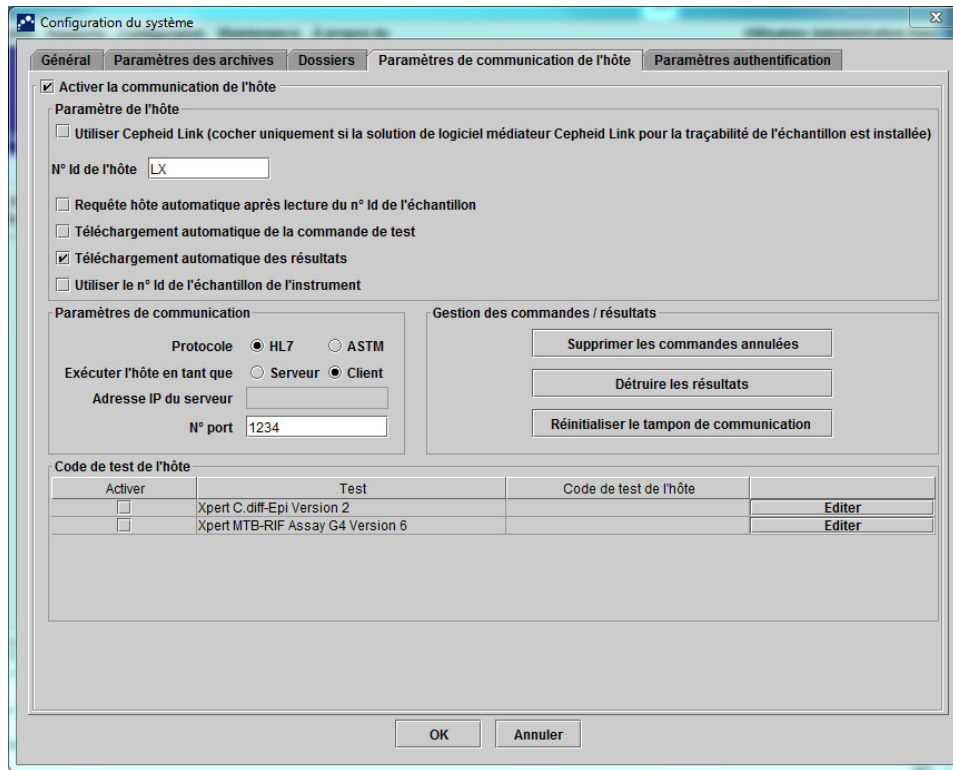
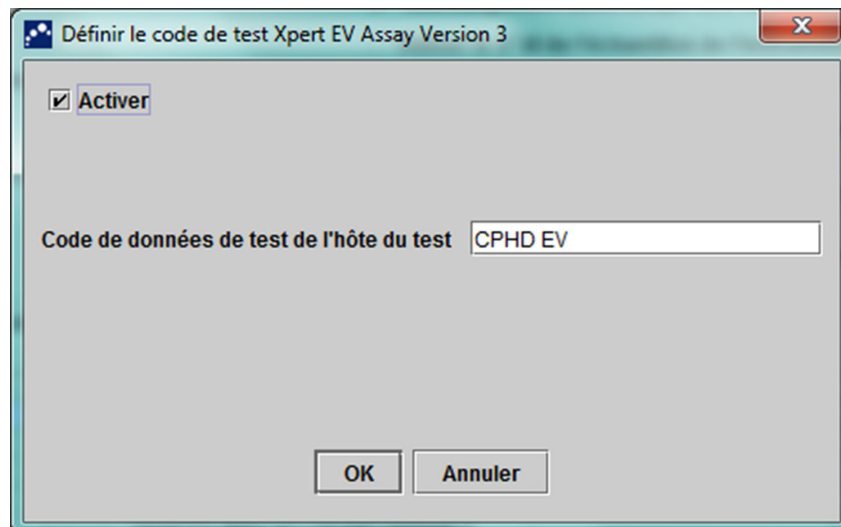
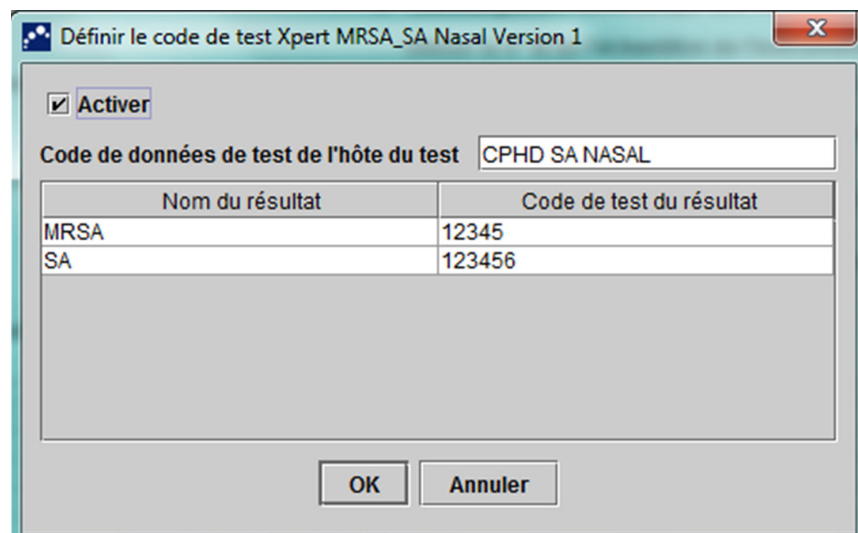

Figure 2-81. Boîte de dialogue Configuration du système (onglet Paramètres de communication de l'hôte)
Figure 2-83. Boîte de dialogue Définir le code de test pour un test à résultat unique
Figure 2-84. Boîte de dialogue Définir le code de test pour un test à plusieurs résultats
2. Cliquez sur l'onglet **Paramètres de communication de l'hôte**. La fenêtre **Paramètres de communication de l'hôte** s'affiche. Voir Figure 2-81.
1. Dans la zone du tableau **Code de test de l'hôte** de la fenêtre Paramètres de communication de l'hôte (cf. Figure 2-81), cliquez sur le bouton **Éditer** adéquat pour modifier le paramètre. La boîte de dialogue Définir le code de test s'affiche. Voir Figure 2-83.
1. Dans la zone du tableau **Code de test de l'hôte** de la fenêtre Paramètres de communication de l'hôte (cf. Figure 2-81), cliquez sur le bouton **Éditer** adéquat pour modifier le paramètre. La boîte de dialogue Définir le code de test s'affiche. Voir Figure 2-84.
4. Les noms des résultats rapportés par le test sont répertoriés dans le champ **Nom du résultat**. Voir Figure 2-84.
5. Saisissez le code de test du résultat dans le champ **Code de test du résultat** (cf. Figure 2-84) correspondant à chaque nom du résultat pouvant être rapporté par ce test.